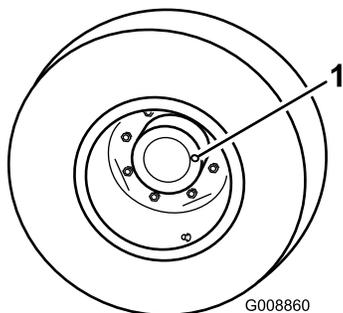

図 43
1. 平らな場所で、ホイールの点検/ドレン・プラグ 図 43 が時計の3時または9時の位置に来るように停止させる。
2. プラネタリに付いているプラグ 図 43 を抜く。ブレーキの後側で、プラグ穴の高さまで油量があればよい。